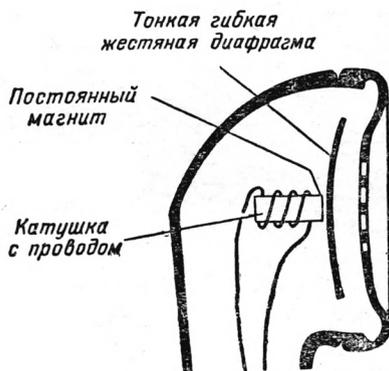

Рис. VI.6. Конструкция телефона.
**Приемник телефонных сигналов.** Та часть телефонной трубки, которую мы держим около уха, называется телефоном. Телефон преобразует электрический ток, создаваемый микрофоном, в звуковые сигналы. Простой телефон состоит из постоянного магнита с катушкой провода, надетой на него, и из тонкой гибкой жестяной диафрагмы, укрепленной перед магнитом и катушкой (рис. VI.6). Постоянный магнит притягивает жестяную диафрагму, и она немного прогибается. Когда по катушке проходит ток, катушка становится электромагнитом. На диафрагму оказывают воздействие два магнита: постоянный магнит и электромагнит. Если ток через катушку изменяется, то притяжение диафрагмы либо увеличивается, либо уменьшается. Ток, протекающий через электромагнит, заставляет диафрагму колебаться. Эти колебания диафрагмы передаются частицам воздуха перед ней. Движение воздуха перед диафрагмой и есть тот звук, который мы слышим ухом.